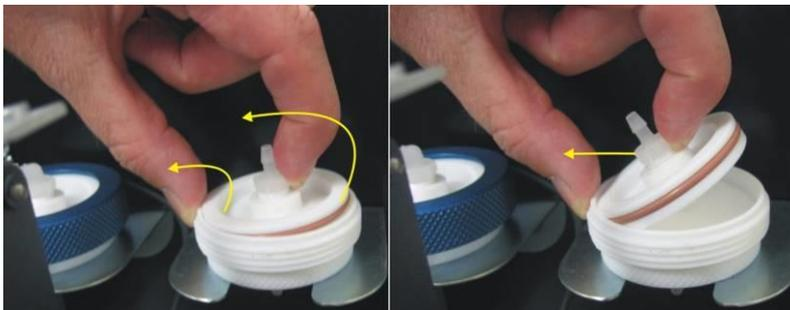

Figure 54 – Retrait du piston
4. Sortir le piston du filtre du boîtier, poser un doigt que le connecteur du tube et tirer le vers le côté (voir Figure 54).